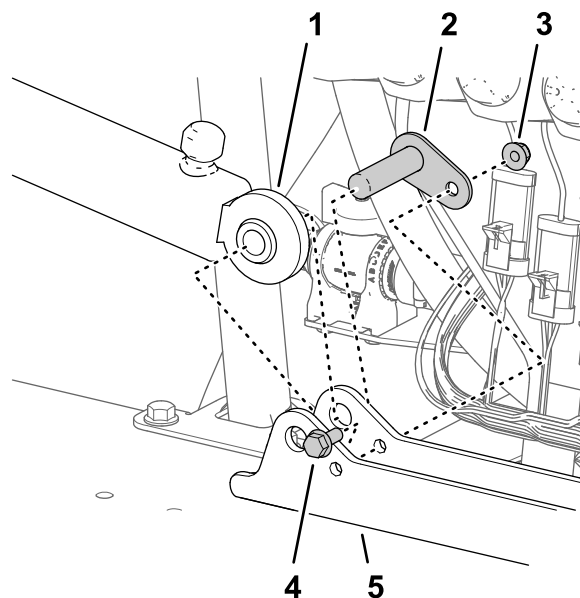

Figura 117
1. Alinhe a extremidade fixa do cilindro de elevação que retirou no passo 3 de Retiração dos cilindros de elevação \(página 24\) com o orifício de 16 mm na montagem do cilindro (Figura 117).
2. Monte o cilindro na montagem do cilindro com o pino de articulação, o parafuso de cabeça flangeada e a porca flangeada (Figura 117).